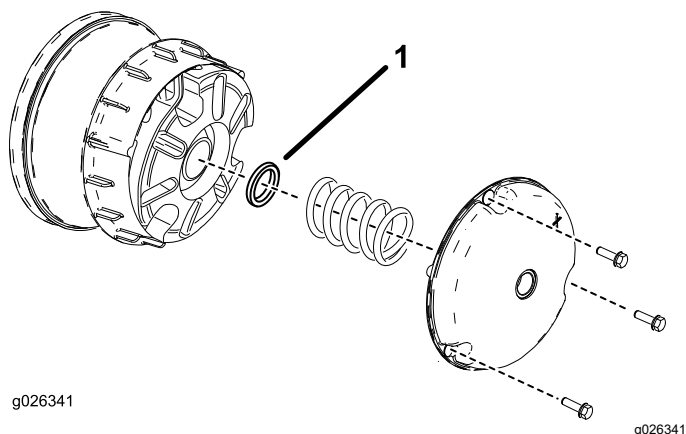

Figura 61
- Retire los pernos que sujetan la tapa del embrague primario, como se muestra en la Figura 61.